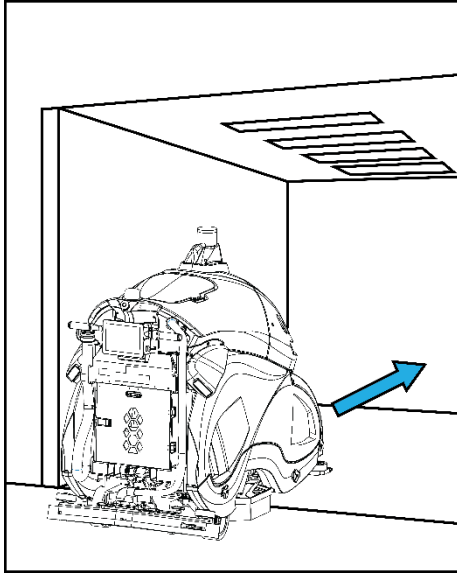
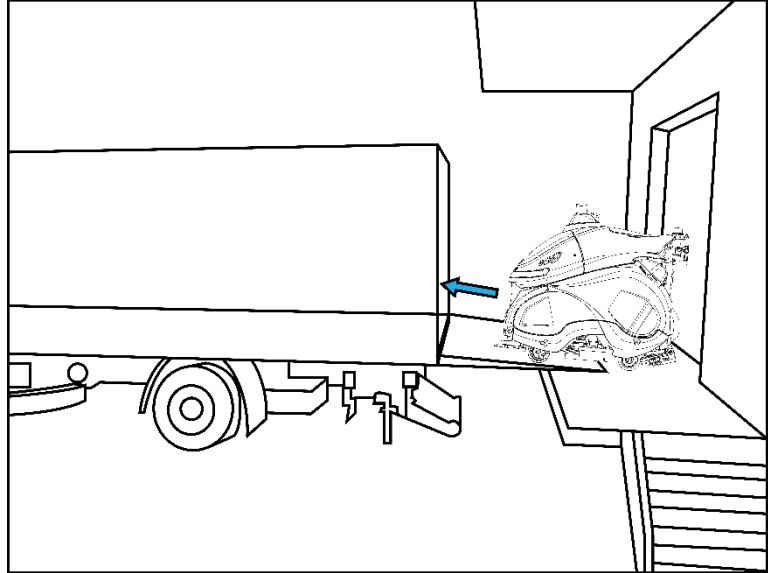

Fig. 3
Fig. 4
- Gebruik de handmatige modus om de REX SCRUB in liften of laden te verplaatsen: in achteruit/vooruit (Fig 3 & Fig 4).
- Wanneer u de REX SCRUB op een hydraulische oprijplaat van een vrachtwagen verplaatst, rijdt u in (Fig. 4).